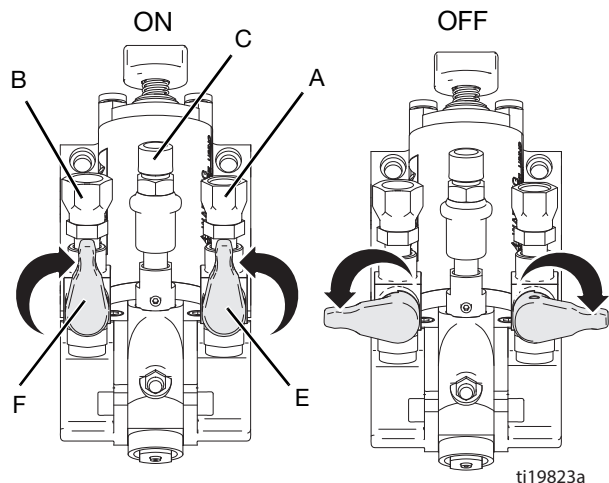

FIG. 3 Valvole dei materiali
2. Chiudere entrambe le valvole del materiale (E, F) ruotandole in posizione di chiusura Off. Vedere FIG. 3.